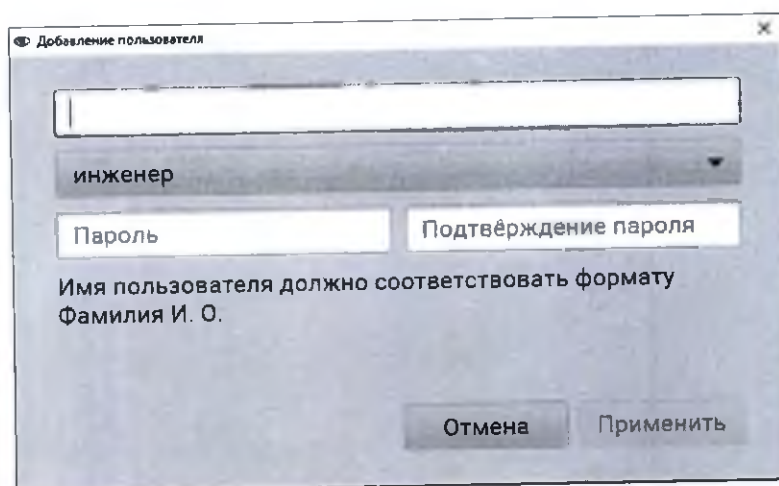

Рис. 12.2: Окно добавления пользователя
2. Нажмите кнопку *Добавить пользователя*. Появится окно добавления пользователя (рис. 12.2).